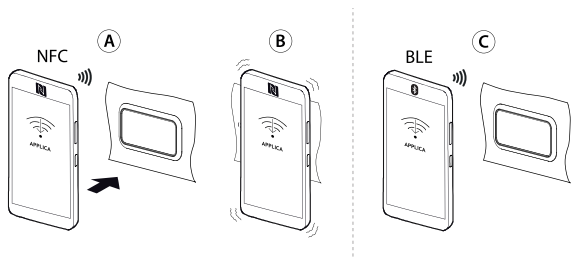

Fig. 2
- avvicinare il dispositivo al terminale utente, a una distanza inferiore a 10 mm, per effettuare il riconoscimento della configurazione (Fig. 2 - **rif. A**);
- avvicinare il dispositivo al terminale utente per effettuare l'upload dei parametri di configurazione (Fig. 2 - **rif. B**);
- avvicinare il dispositivo al terminale utente, a una distanza inferiore a 10 m per effettuare il riconoscimento della configurazione (Fig. 2 - **rif. C**);